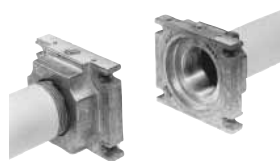

Рис. 17
1. Установить фланец на трубе. Использовать соответствующую применяемому газу оснастку (Рис. 17)
2. установить устройство MB-DLE и уделить особое внимание прокладкам O-Ring (Рис. 17)